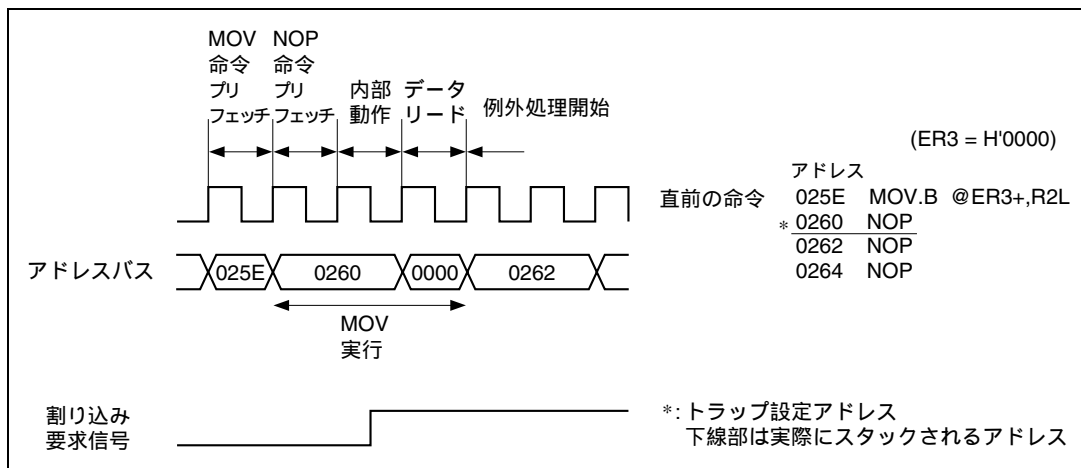
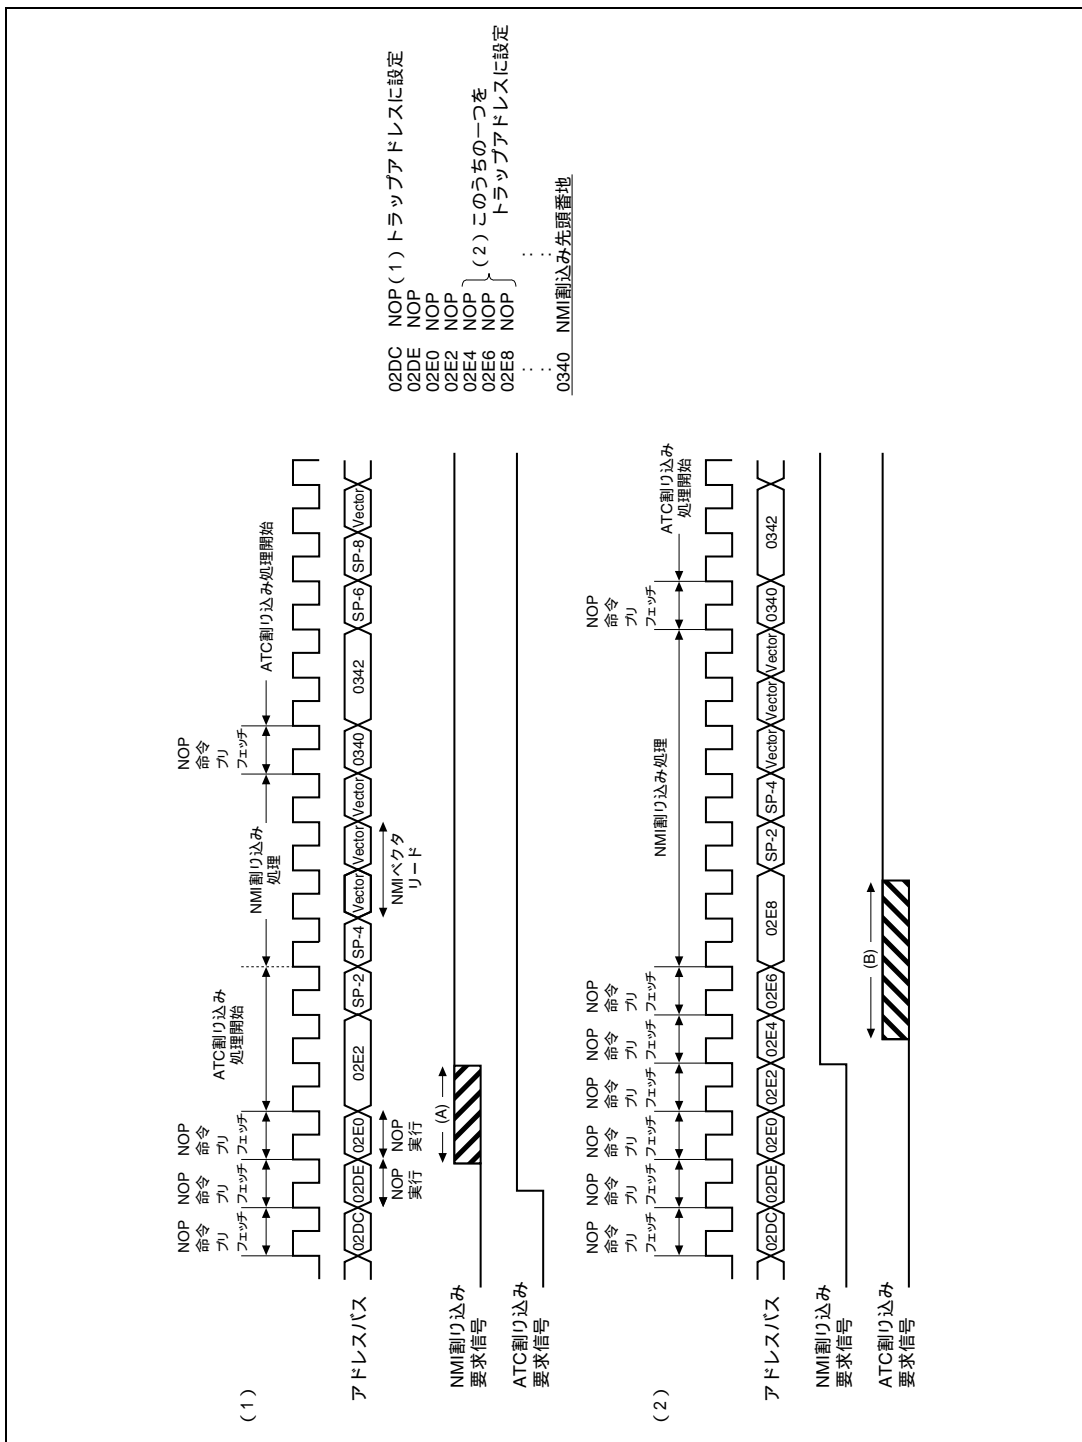

図 27.2 基本動作 (1)
図 27.22 割り込みの競合 (NMI の場合)
またトラップする命令が分岐命令や条件分岐命令の直後の場合、条件成立または不成立で動作が異なったり、スタックされるアドレスが分岐先になったりすることがあります。図 27.2～図 27.22 に具体的な動作例を示します。
- (1) トラップアドレスの直前の命令が実行サイクル3ステート以上の命令で、かつ次命令のプリフェッチが後ろ2ステート以前のステートで行われる場合を図27.2に示します。スタックされるアドレスは0260番地です。